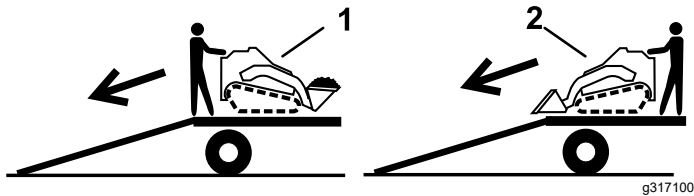

Figure 21
2. Placez toujours l'extrémité la plus lourde de la machine en haut de la rampe, la charge en bas, pour la descender de la remorque (Figure 21).